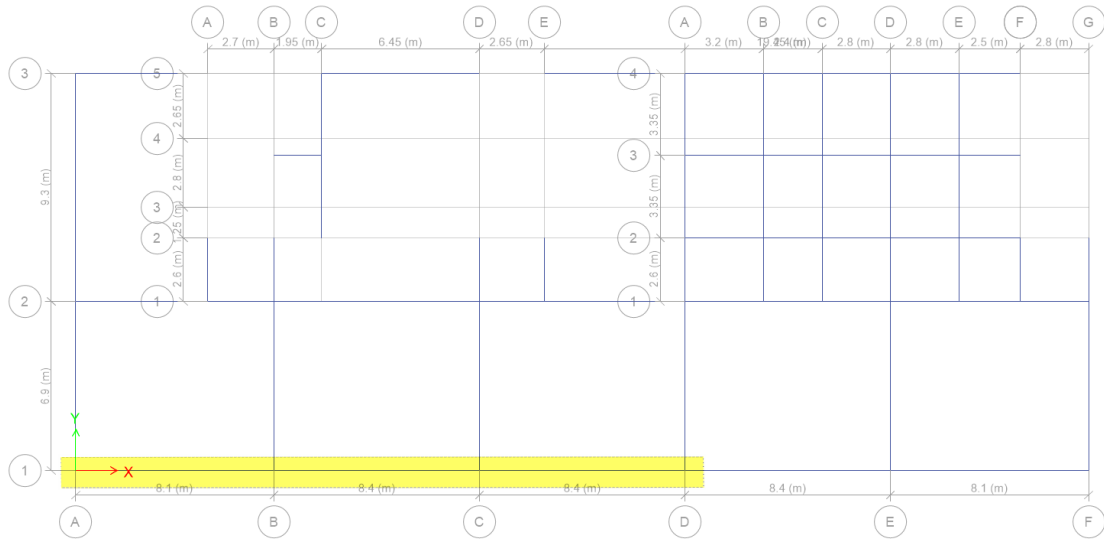

图 5-7 选择的梁对象
4. 在 **story1** 楼层平面图中，选择轴线 1 上，A 至 D 点之间的 3 根梁对象，如图 5-7 所示。